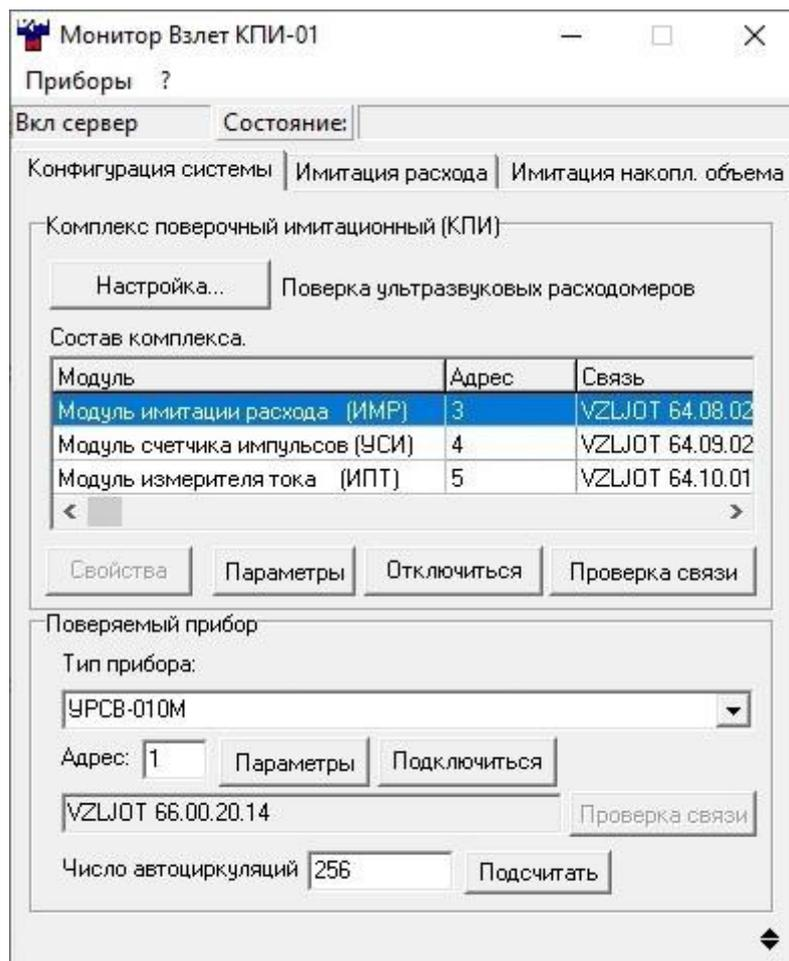

Рис.7. Проверка наличия связи поверяемого прибора с КПИ или ПК.
- 2.4.1.7. Для подключения к серверу связи и проверки наличия связи с поверяемым прибором последовательно нажимают кнопки **Подключиться** и **Проверка связи** в области **Поверяемый прибор**. Результаты выполнения операций отображаются в строке состояния **Проверка связи** (рис.7).
- 2.4.1.8. После подключения к прибору нажимается кнопка **Подсчитать** в области **Поверяемый прибор**. Результаты выполнения операции отображаются в строке состояния поля **Число автоциркуляций** (рис.7).